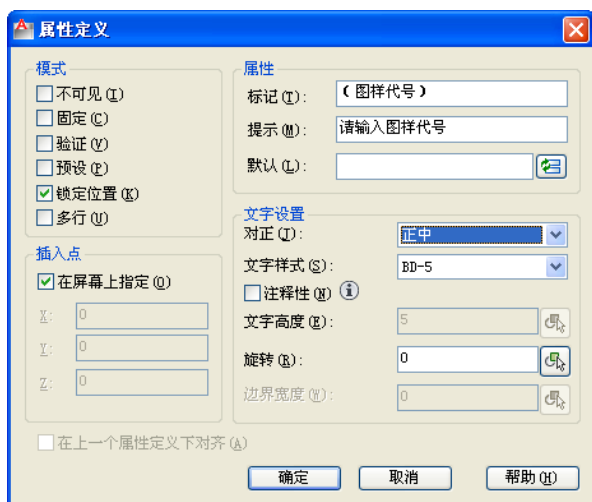

图 6-40 设置属性定义
(2) 在菜单栏的“绘图”菜单中选择“块”→“定义属性”命令，或者在功能区“常用”选项卡的“块”面板中单击“定义属性”按钮，弹出“属性定义”对话框。
(3) 在“属性”选项组的“标记”文本框中输入“(图样代号)”，在“提示”文本框中输入“请输入图样代号”；在“文字设置”选项组中，设置“对正”选项为“正中”，文字样式为“BD-5”。其他设置（如模式设置和插入点设置）如图 6-40 所示。